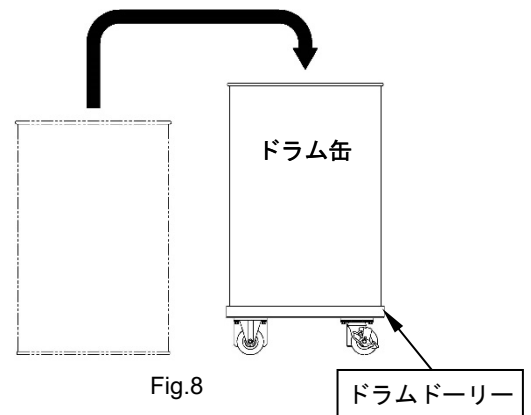

Fig.8
- 2) 市販のドラムポーターなどを使用して、ドラム缶をドラムドリーに載せてください。（Fig.8）